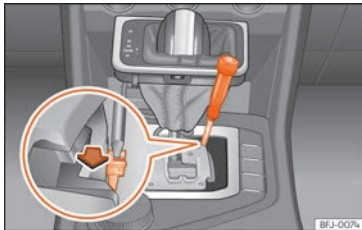

Abb. 55 Wählhebel: Notentriegeln aus der Parkstellung
- Drücken Sie seitlich mit Hilfe des Schraubendrehers auf die gelbe Entriegelungstaste und halten Sie sie gedrückt » » **Abb. 55**.